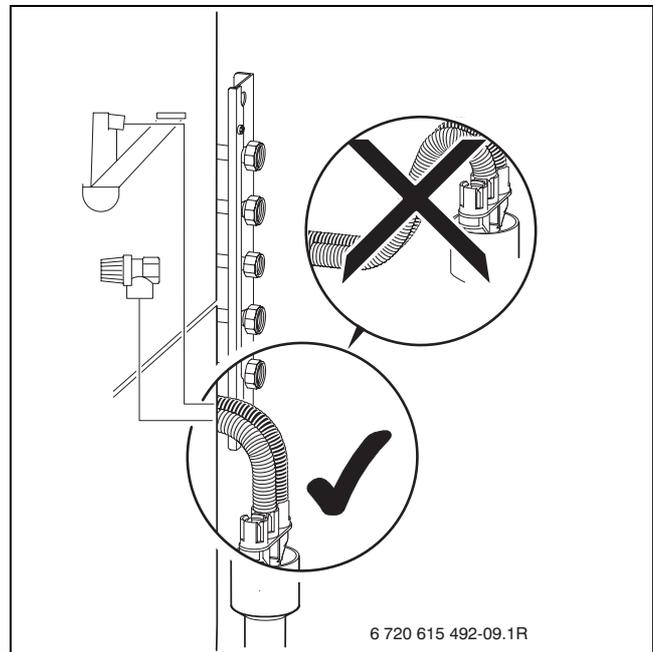

Bild 15
- ▶ Schlauch vom Sicherheitsventil an Ablaufgarnitur anschließen (→ Bild 15, Seite 22).